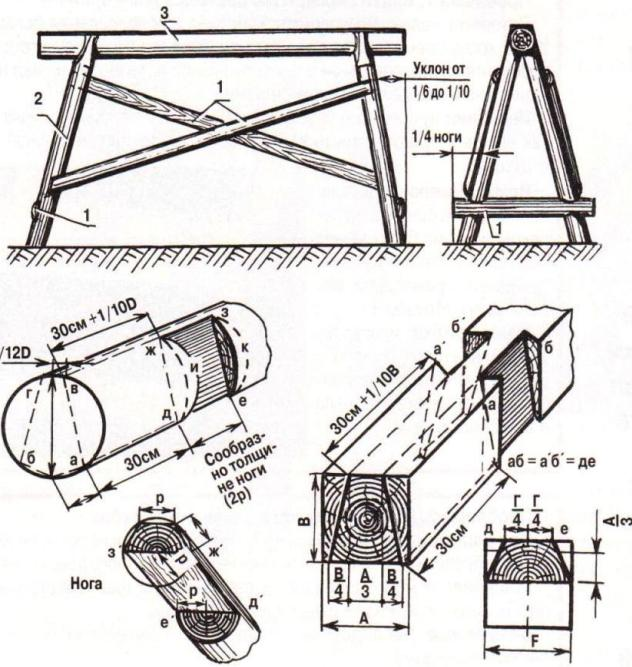

Рис. 7. Устройство подмостей и разметка соединений:
**Карнизы.** Для подшивки карнизов и установки слива на фасадном фронтоне пришлось делать подмости (**рис. 7**). Высоту козлов определил с расчётом работы в одиночку, чтобы подшиваемую доску можно было, стоя на коленях, поддерживать плечом или головой, а руки были свободны.